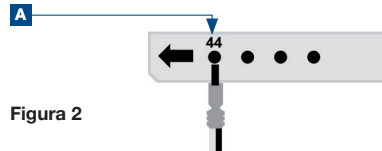

Figura 2
- 08 Montar el cable (negro/blanco) en el conector múltiple XE1 (figura 2).